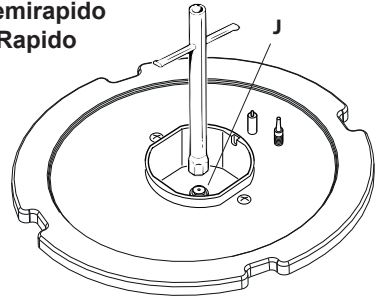

Fig. 2.2a
- Con una chiave fissa sostituire gli ugelli "J" (fig. 2.2a, 2.2b, 2.2c, 2.2d) con quelli idonei per il gas da utilizzare.